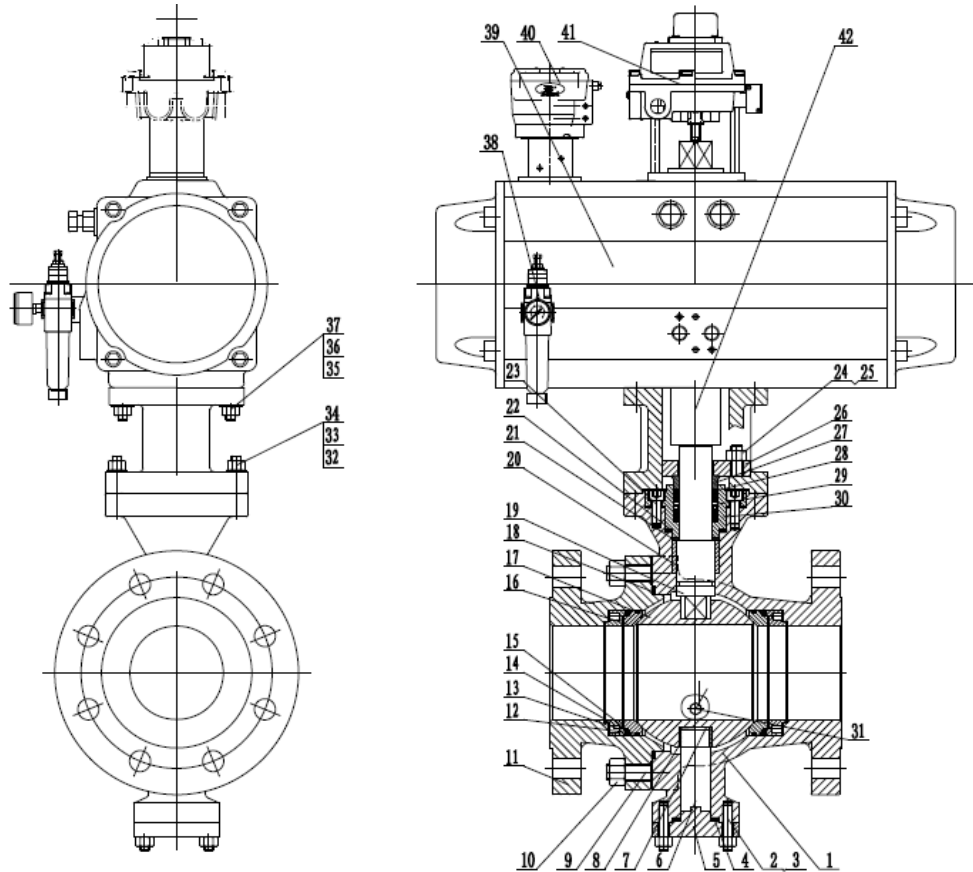

图 1 气动控制球阀结构图
3.1 阀门采用固定式球阀、双向浮动阀座结构，球体是通过阀体上部阀杆与底部的定位轴固定，采用弹簧（或碟簧）预紧阀座组件，使阀座密封面贴合球体表面。同时利用介质压力作用在阀座有限截面积上，推动阀座更紧密的贴合球体，实现很好密封。阀门设有两个阀座，每个方向都能密封，因而安装没有流向限制，为双向密封。阀门结构见图 1。